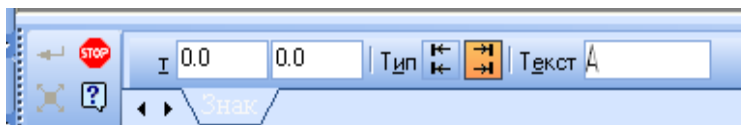

Рис. 3.20. Панель свойств при включении кнопки **Линия разреза**
**Линия разреза** – открывает панель свойств (рис.3.20), позволяющей указать графическим курсором места положений секущих плоскостей и соответствующие обозначения разреза (сечения) на чертеже.